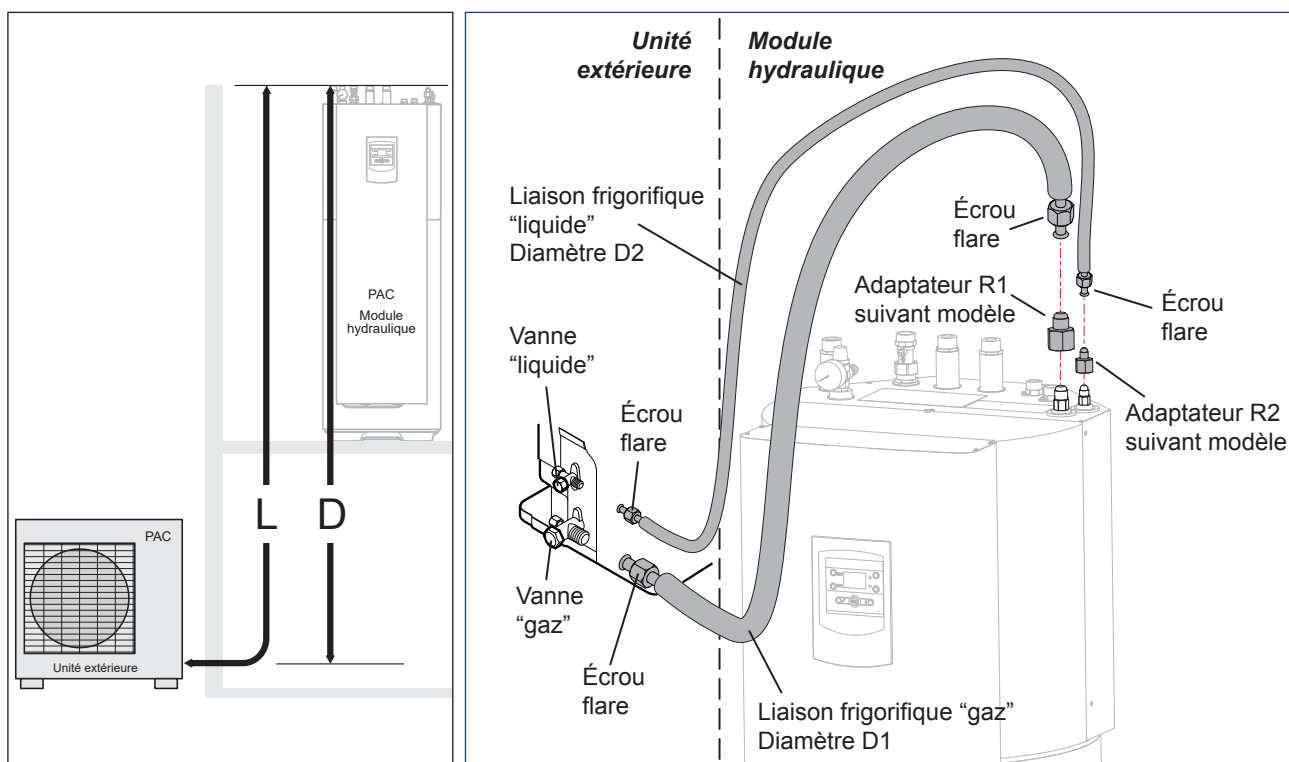

figure 17 - Raccordement des liaisons frigorifiques (diamètres et longueurs permises)
- Respecter les couples de serrage indiqués (figure 17).
- Retirer les bouchons d'accès (A) aux commandes des vannes.
- Remonter les 2 bouchons d'origine (en s'assurant de leur propreté) et les serrer avec le couple de serrage indiqué au tableau *figure 17, page 20*. L'étanchéité dans les bouchons est réalisée uniquement métal sur métal.